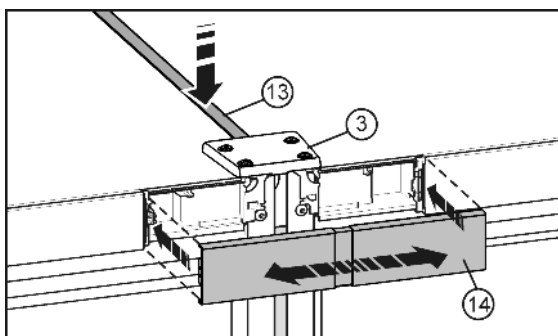

Fig. 10
- ▶ En la parte superior, presione la regleta corta Fig. 10 (13) para introducirla en la ranura. La regleta y la placa de unión Fig. 10 (3) deben quedar a ras en el canto delantero.
- ▶ Encaje la cubierta Fig. 10 (14) en el espacio todavía abierto que hay entre las dos tapas de la unidad de control. Procure que las caras exteriores de la cubierta queden al mismo nivel que las tapas de la unidad de control. La cubierta es extensible para tal fin.